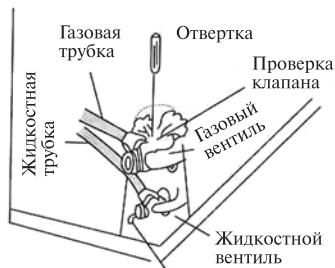

Рис. 8
- Полностью откройте жидкостный и газовый вентили (см. рис. 8).